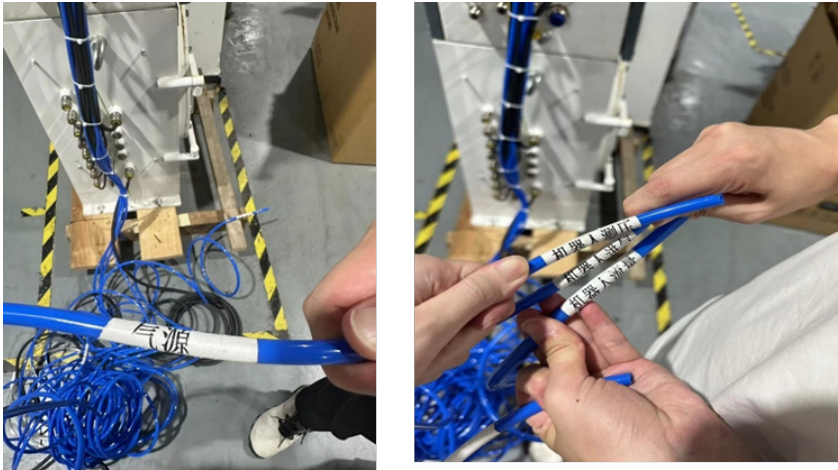

图 5-2: 控制系统气管
1. 分别将控制系统的四根气管（总气源、机器人进气、机器人测压、机器人流量）（见图 5-2）及一根电源线连接至对应位置。